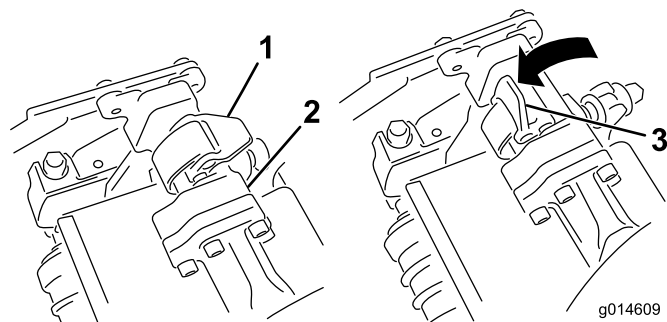
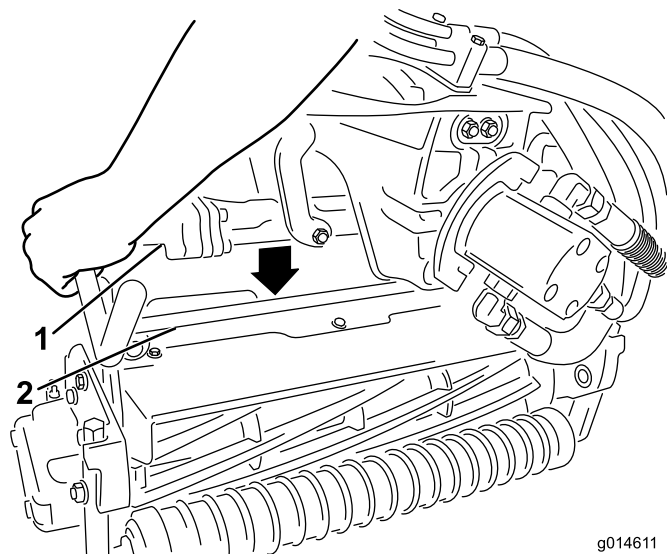

Figura 33
Figura 34
- Com os fechos na barra do braço de suspensão a apontar para cima (i.e. abertos) (Figura 33), empurre o braço de suspensão para baixo de forma a que a barra passe pela barra através da parte superior da unidade de corte (Figura 34).
- Feche os fechos para baixo e em redor da barra da unidade de corte e bloqueie-os no sítio (Figura 33).
- Abra os fechos na barra do braço de suspensão da unidade de corte que está a remover (Figura 33).